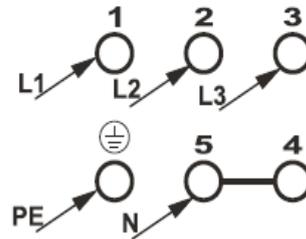

Afbeelding 9 Netkabeldoos
- Steek de compacte stekker in de aansluitopening, zie afb. 9 Achterkant oven.